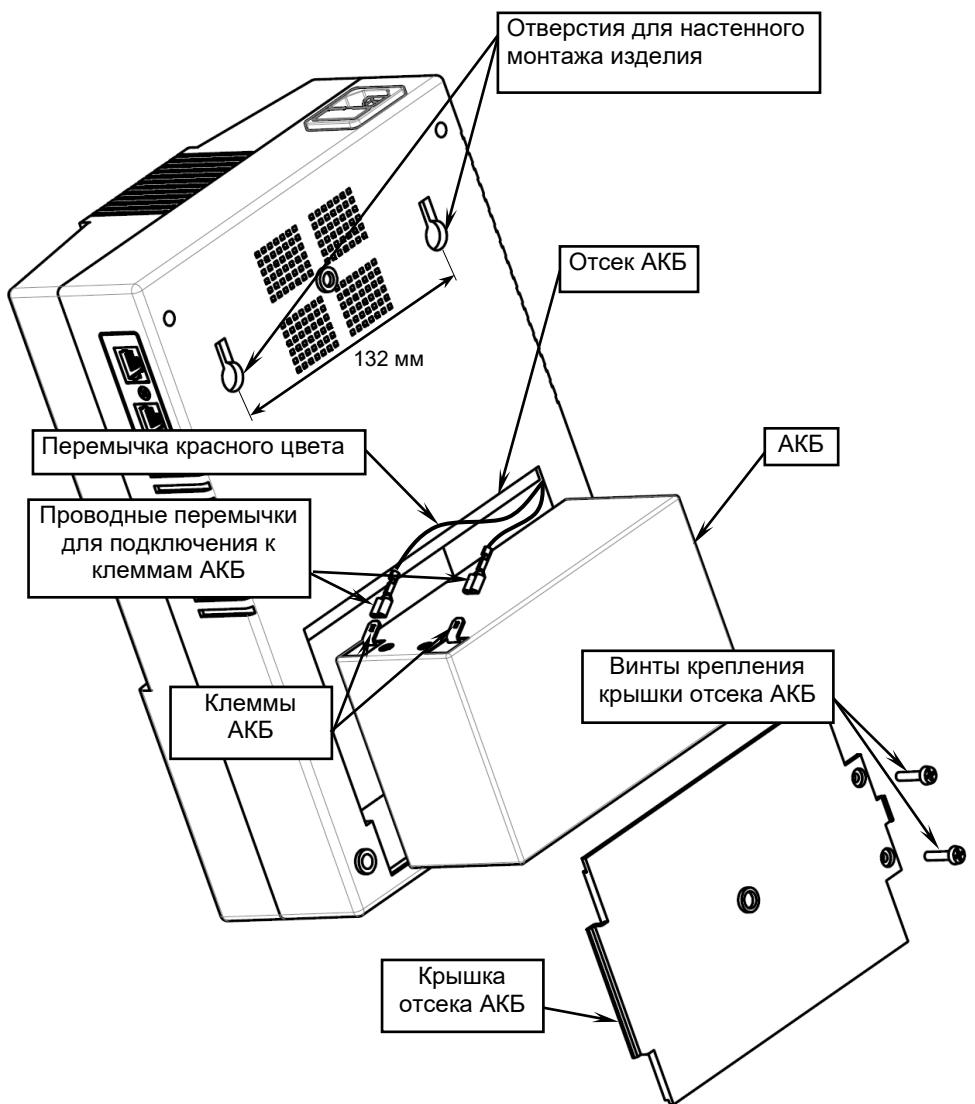

Рисунок 3 – Общий вид изделия сзади, отсек АКБ открыт.
- отсек со встроенной аккумуляторной батареей, с возможностью ее быстрой замены (см. рисунок 3);
При горизонтальном размещении изделие можно установить на любую плоскую поверхность (стол, стеллаж и т. п.). При вертикальном размещении необходимо подготовить места крепления в соответствии с расположением крепежных отверстий на задней стенке корпуса изделия, (см. рисунок 3) крепеж в комплект поставки не входит.
2. Откройте крышку аккумуляторного отсека (см. рисунок 3).